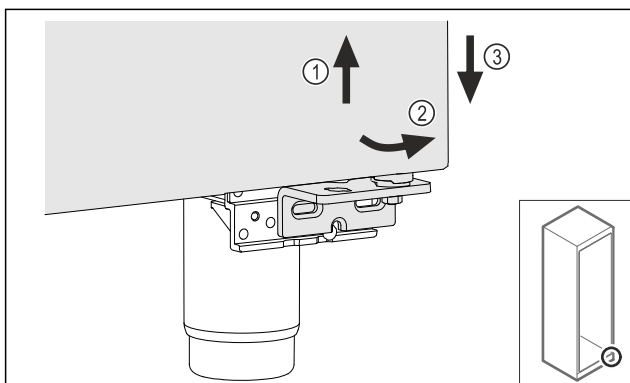

Fig. 26
- Повдигнете леко вратата Fig. 26 (1), наведете я отдолу напред Fig. 26 (2) и я спуснете Fig. 26 (3).